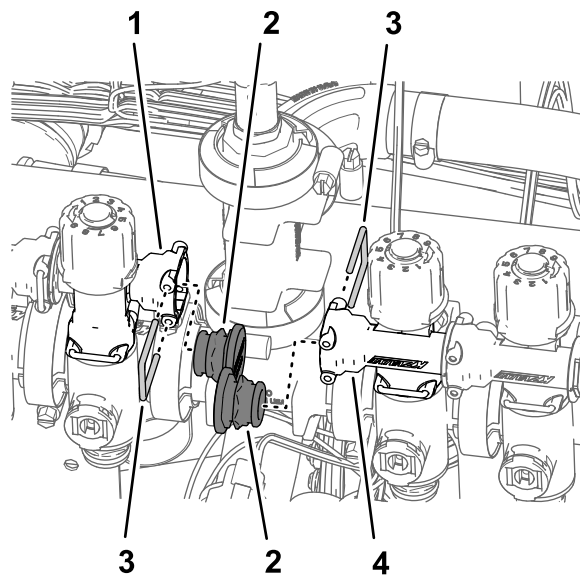

Figure 100
3. Retirez les étriers qui fixent les obturateurs sur les raccords rapides femelles des vannes de buse 5 et 6, et déposez les obturateurs (Figure 100).